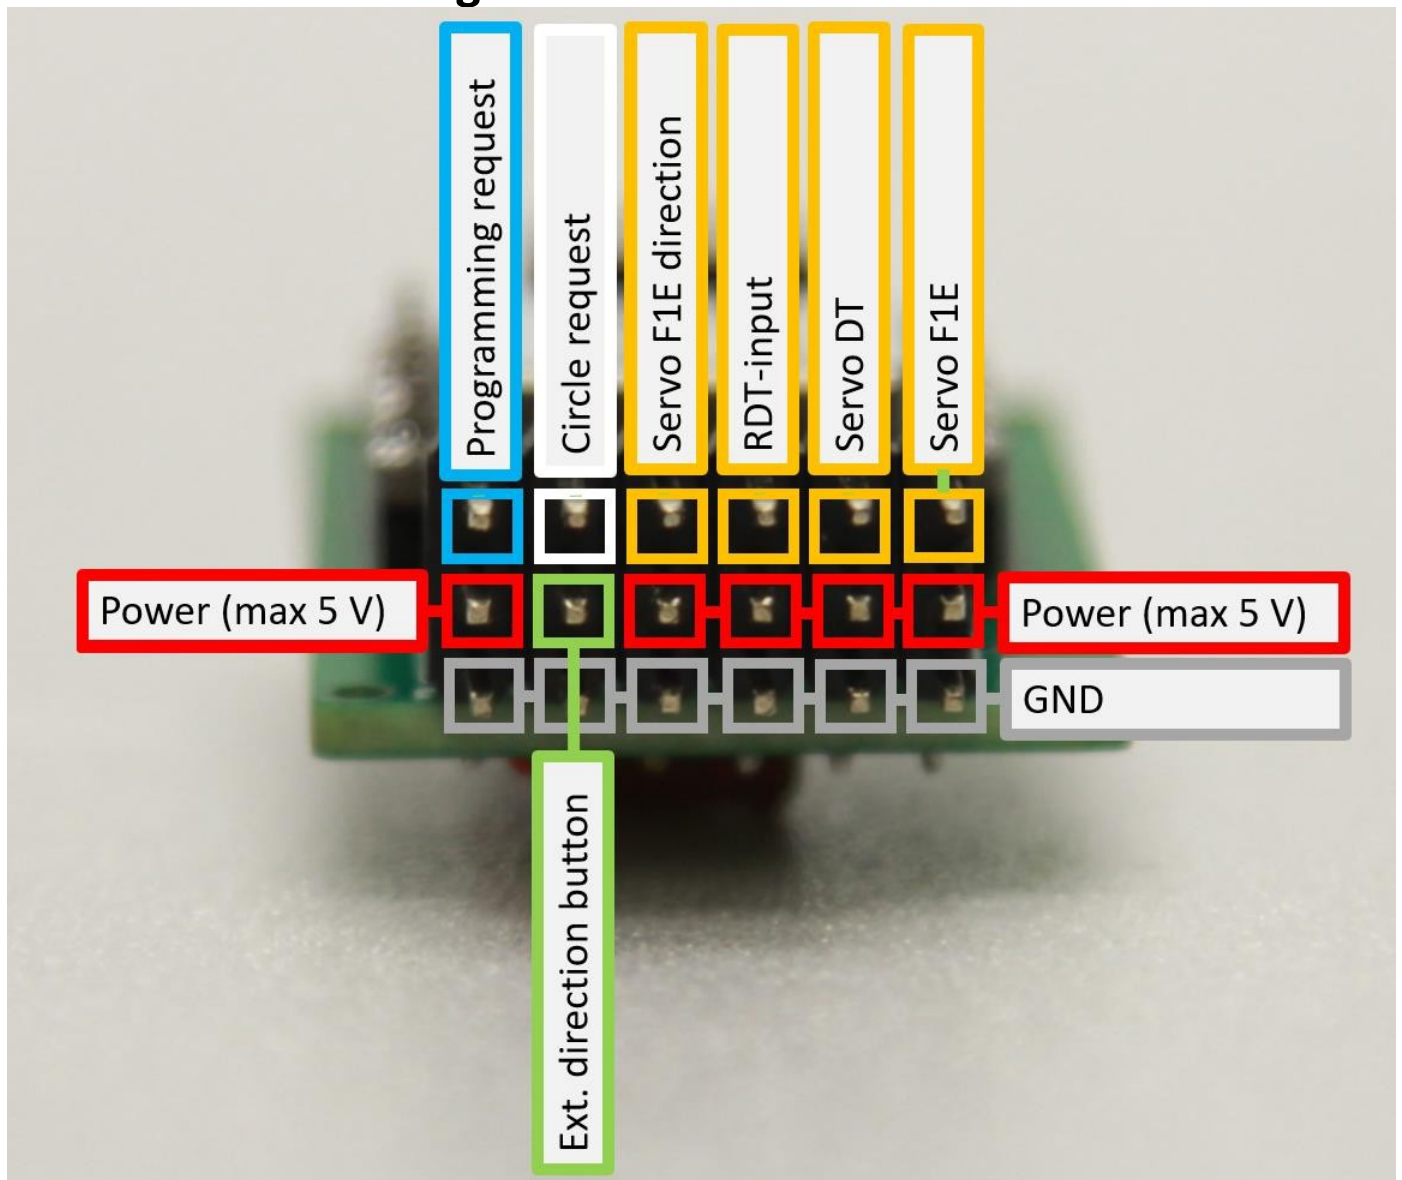

Abbildung 7: Übersicht Steckerstifte
Zusätzliche Verdrahtung (Abbildung 7):
- Verbinden Sie den Kreisabfrage-Pin (Abbildung 7) mit GND.